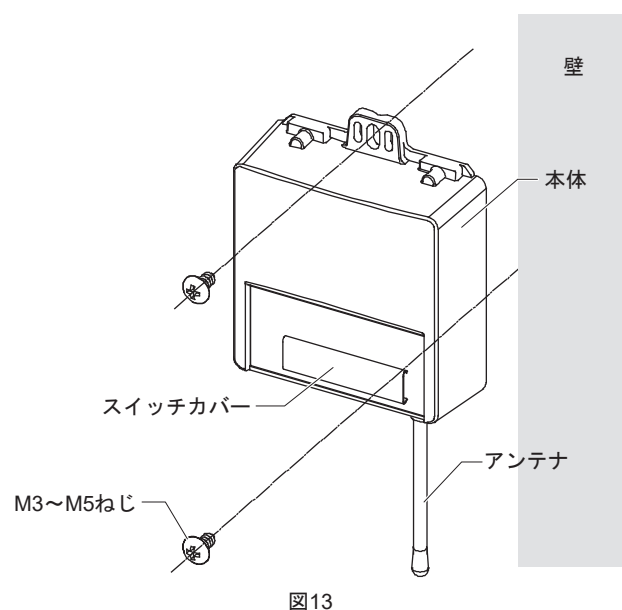

図13
## (3) 壁直接取付 (図13参照)
- ① スイッチカバーを手前に引っ張って外し、周波数チャンネルとグループアドレスおよびUTアドレスを設定します。設定が終わったら、スイッチカバーを取り付けます。
## ● ネオパネルワイヤレスの施工時の注意（図13参照）